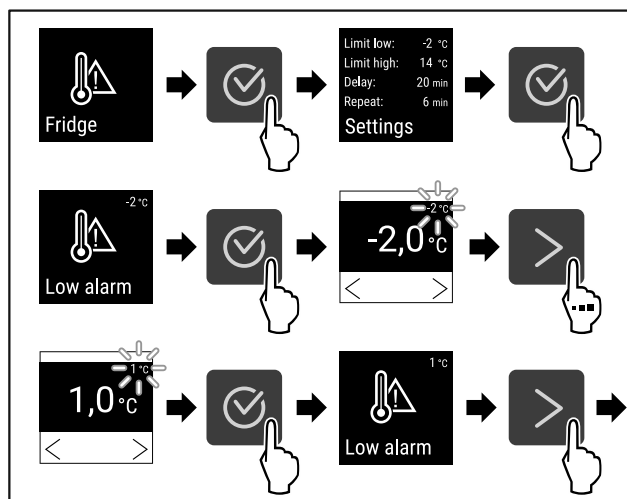

Fig. 126
- Stappen (zie Fig. 126) uitvoeren.